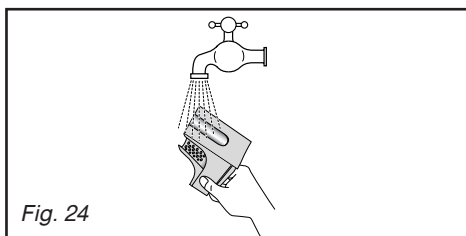

Fig. 24
– rincez-le sous le robinet (Fig. 24)